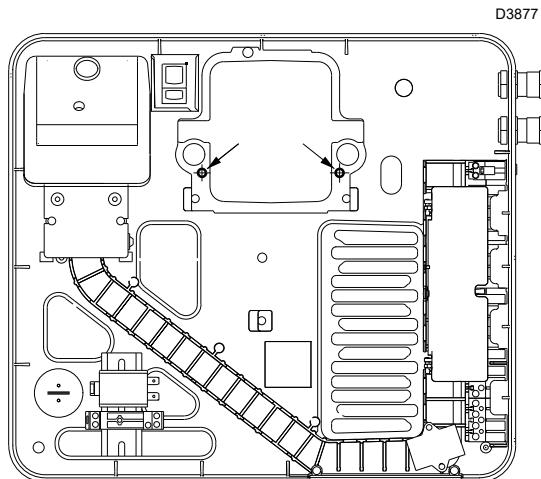

Fig. 28
- Infine si possono usare 2 delle 3 viti 10)(Fig. 29) per fissare il quadro elettrico al manicotto, nei punti indicati sulla Fig. 28, ed agire quindi con le operazioni di manutenzione.